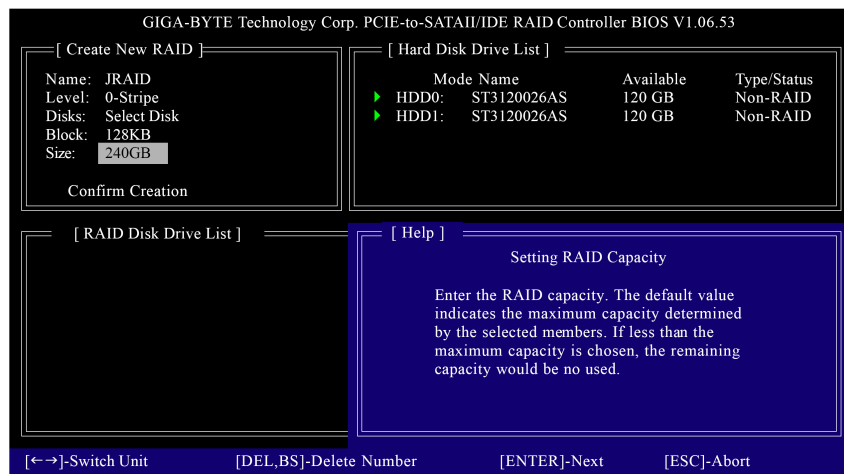

図 8
5. **Set Array Size**: **Size** 項目に、アレイのサイズを入力し(図 8)、ENTER を押します。